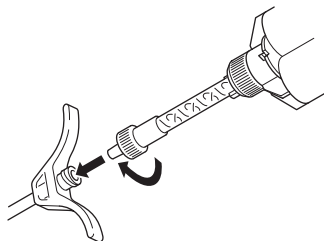

図4 - Cortoss 混合用チップをセメントカニューレに取り付ける
1. Cortoss 混合用チップをセメントカニューレに接続します(図4)。